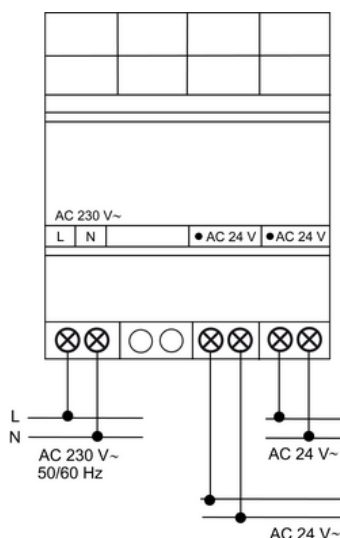

Figura 1
- Conectar el aparato según plano de conexiones (figura 1).